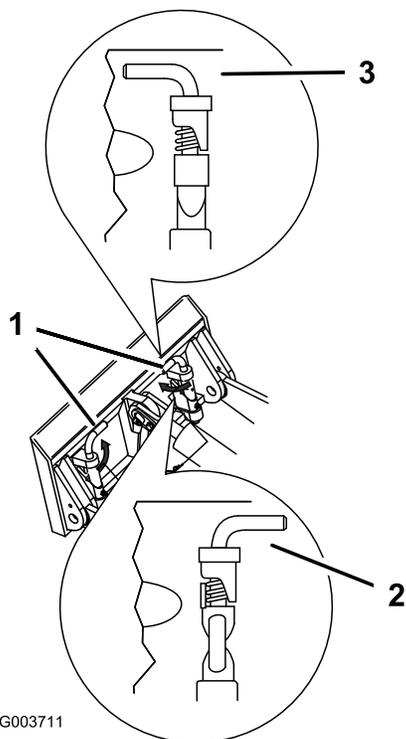

Рисунок 11
7. Закрепите быстроустанавливаемые штифты, убедившись, что они полностью вошли в монтажную пластину (Рисунок 11).